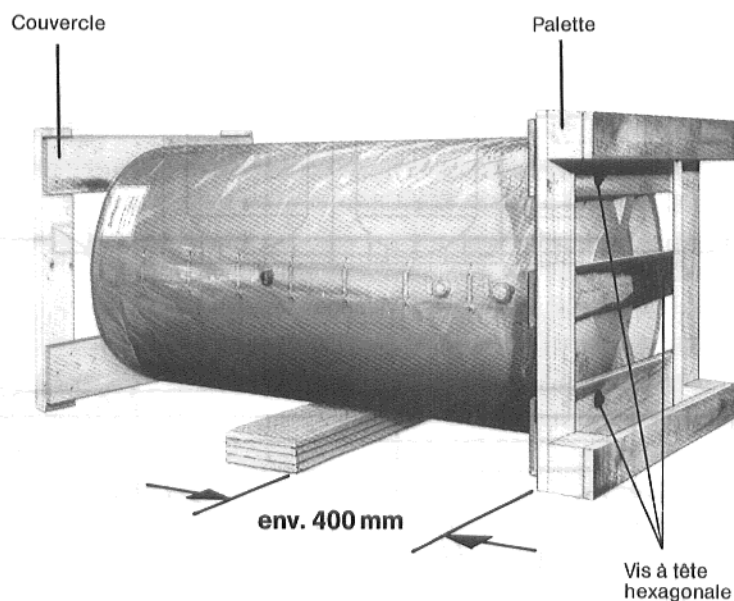

Fig. 3
2. Empiler quatre planches latérales à une distance de 400 mm environ de la palette (Fig. 3).
3. Basculer le préparateur, et le placer avec précaution sur les planches latérales et contre le couvercle de la caisse à claire-voie (ne pas lui faire prendre appui du côté façade ou sur la face arrière, Fig. 3).